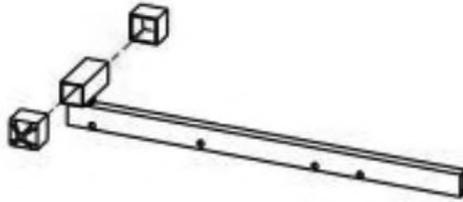

Bild 24
- Fäst ändstyckena på bommen enligt bild 24.